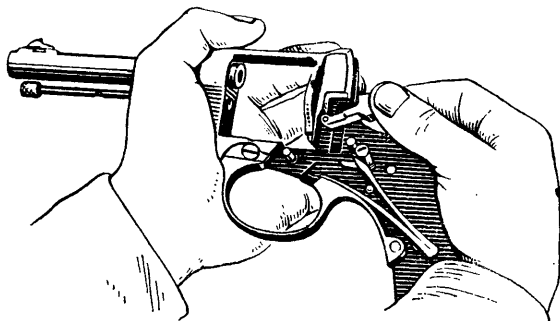

Рис. 37. Как снять казенник
- 11) снять казенник с оси, предварительно надавив указательным пальцем правой руки на нижний конец казенника настолько, чтобы его головка вышла из рамки (рис. 37);